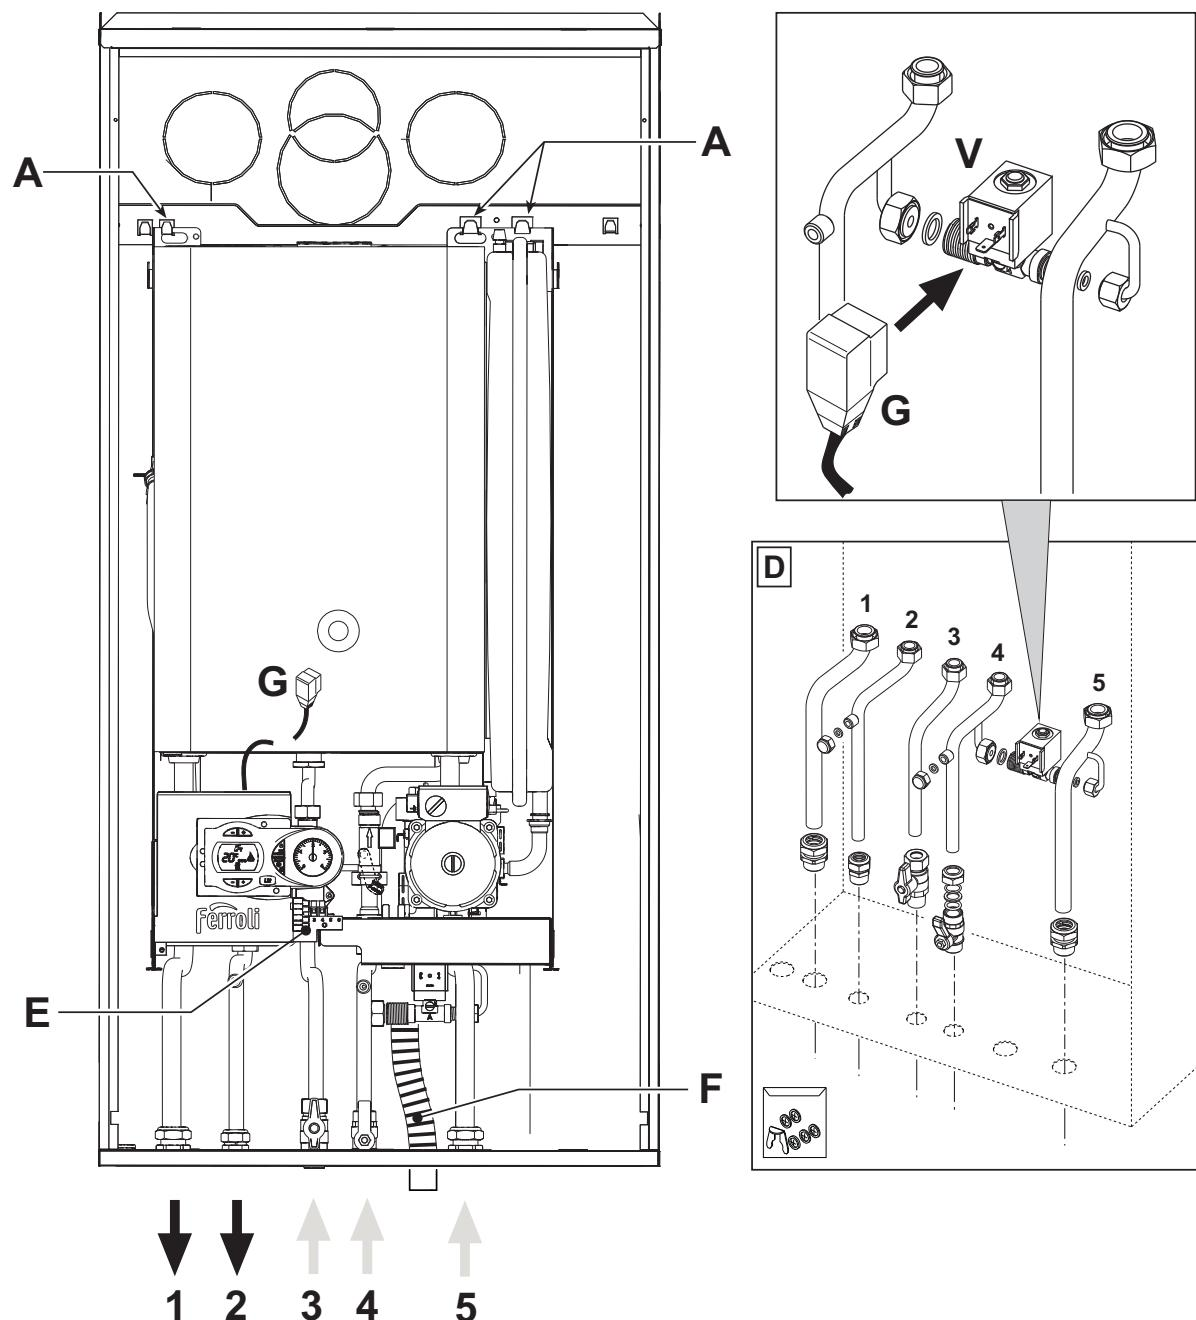

fig. 10 - Collegamento attacchi idraulici e gas / Kit tubi attacchi
Agganciare alla apposita staffa interna (A - fig. 10) il corpo caldaia.
Collegare gli attacchi idraulici e gas sull'involucro al corpo caldaia tramite l'apposito kit tubi in dotazione (D - fig. 10).
Installare l'elettrovalvola di caricamento (V) come indicato in fig. 10 ed effettuare l'allacciamento elettrico al connettore (G).
Collegare lo scarico valvola di sicurezza ad un tubo di raccolta (F - fig. 10)